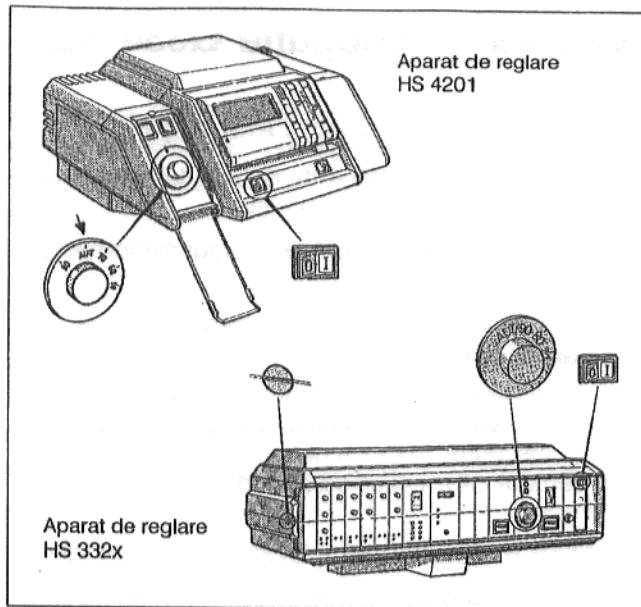
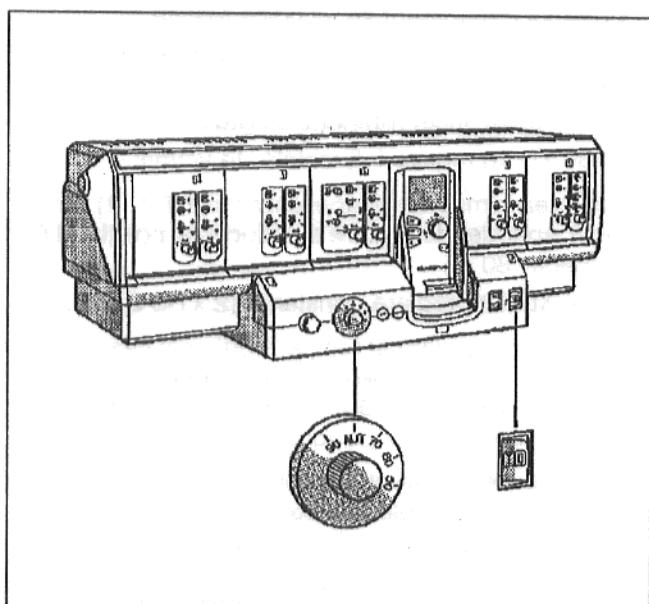

Fig. 1: Aparatele de reglare HS 4201 și HS 332x
Fig. 2: Aparat de reglare HS 431x
- În cazul aparatului de reglare HS 332x: șliștul șurubului capacului transparent al aparatului de reglare (Fig. 1) se aduce în poziție orizontală, de exemplu cu o monedă. Capacul transparent se ridică înainte.
- Comutatorul funcționării (Fig. 1 respectiv Fig. 2) se aduce pe poziția I (ON).
- La aparatul de reglare HS 4201: se deschide clapa de acoperire din stânga (Fig. 1).
- Aparatul de reglare al temperaturii apei cazanului (Fig. 1 respectiv Fig. 2) se aduce pe "AUT" respectiv 80°C . La reglarea constantă se fixează pe temperatura dorită (min. 50°C).
- Comutatorul funcționare (Fig. 1 respectiv Fig. 2) se aduce pe poziția 0 (OFF).